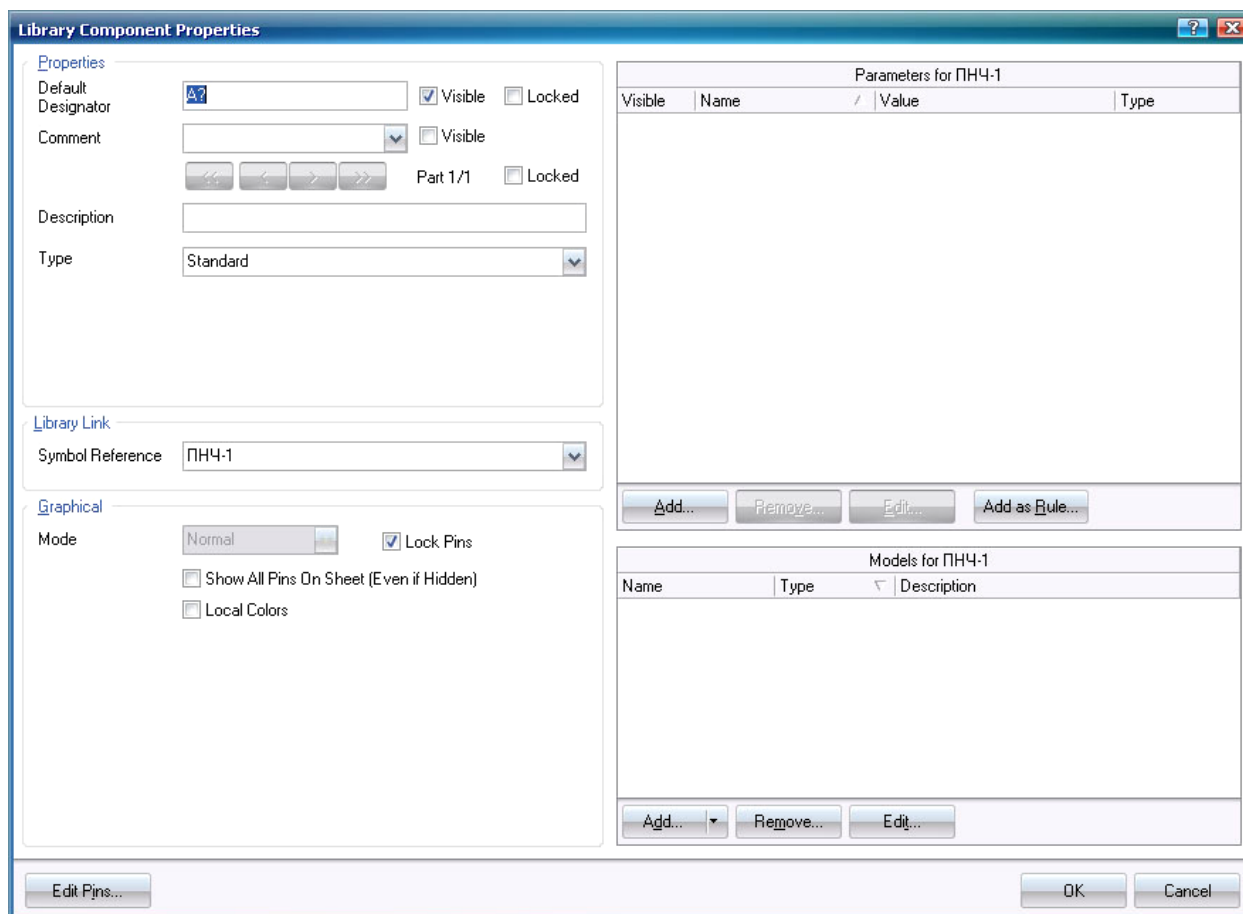

Рисунок 10.
3) Третім етапом при створенні символу компонента є додавання атрибутів, для чого подвійним клацанням миші на його назві в панелі *SCH Library* викликається вікно *Library Component Properties* (рис. 10).